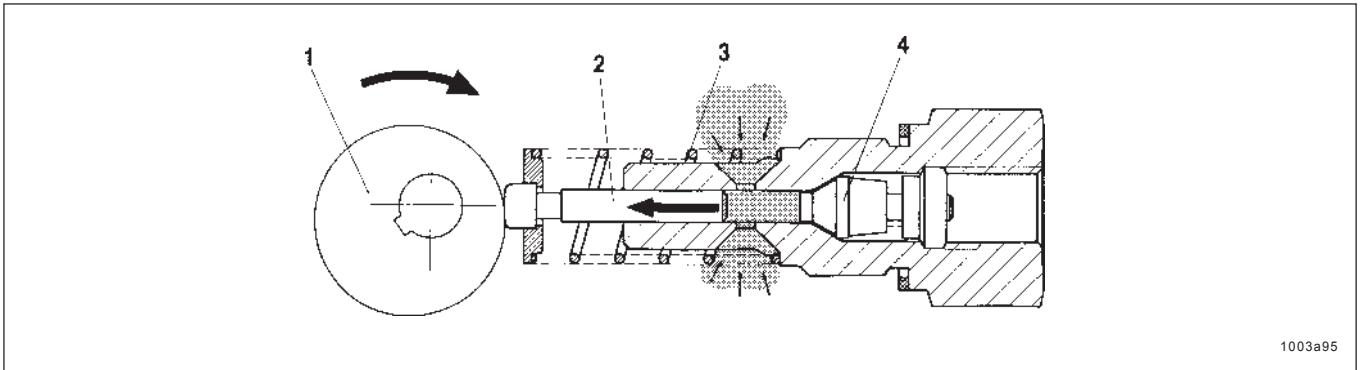

Fig. 7 - Pumpelementet suger in smörjmedel
- Elmotorn driver excentern (pos 1), se fig. 7 och 8.
- suger kolven (pos 2) in smörjmedel från behållaren, se fig. 7.